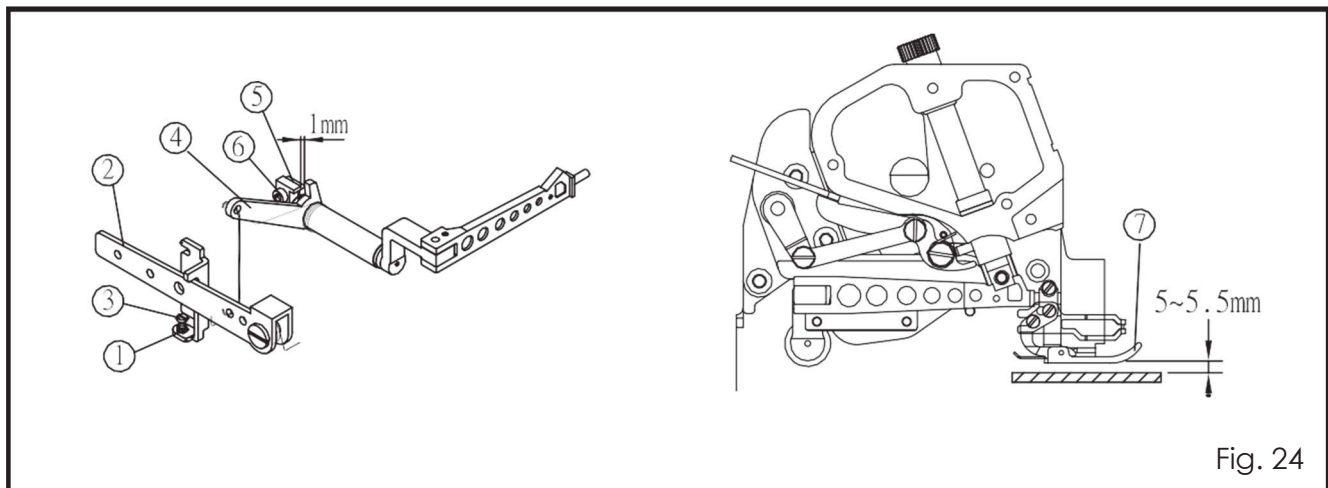

Fig. 24
(1) Gire a polia para diminuir o impelente dentro da chapa da agulha. O lado inferior do calcador toca categoricamente na chapa da agulha.
(2) Solte a porca ①, empurre para baixo a alavanca ② para elevar o calcador ⑦ para a posição apropriada, perto de 5.0 ~5.5mm. Ajuste o parafuso ③ e fixe a porca ①.
(3) Mantenha o espaçamento entre a alavanca ④ e a placa fixa ⑤ para ser 1mm. Solte o parafuso ⑥ para ajustar.
(4) Então, aperte o parafuso ⑥ firmemente. (Fig.24)